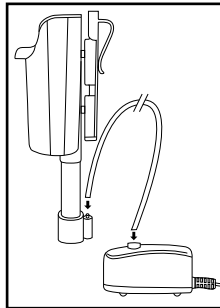

Fig. 2
2. Connectez la conduite d'air au diffuseur du filtre et à la pompe à air (Fig. 2).